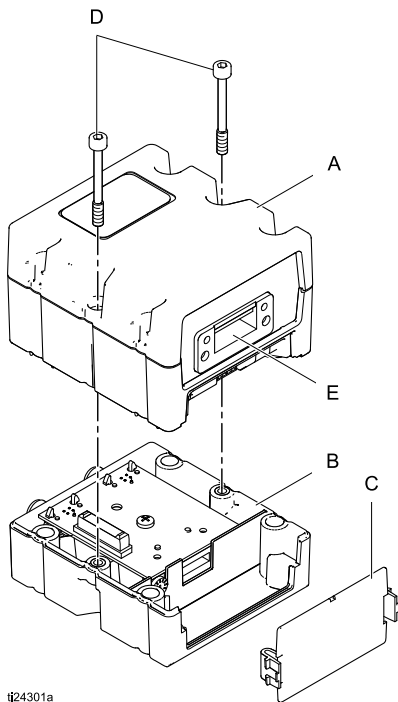

Figure 2 Модуль CGM, крышка доступа и основание
2. Снимите крышку доступа (C). Выверните два винта (D) и снимите модуль CGM (A) с основания (B). См. рис. 2.